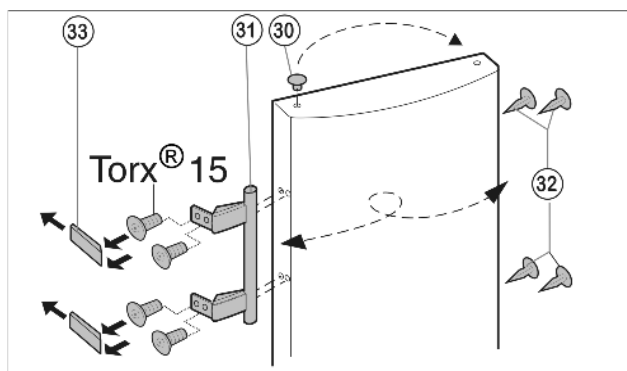

Fig. 6
- извлеките пробку Fig. 6 (30) из опорной втулки дверцы и переставьте.
- Снимите и переставьте на противоположную сторону дверную ручку Fig. 6 (31), пробку Fig. 6 (32) и прижимные пластины Fig. 6 (33).